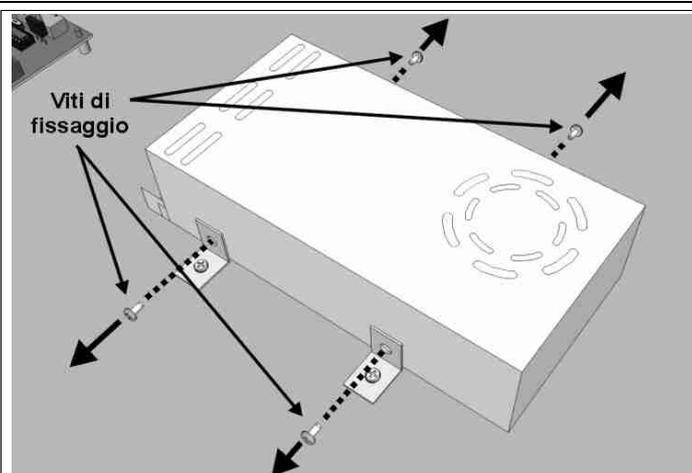

Fig. 22: Sostituzione alimentatore
2. Individuare l'alimentatore (Fig. 22) da sostituire e, con un cacciavite a croce, scollegarne i cavi dalla morsettiera prendendo nota della loro posizione.
3. Usando lo stesso cacciavite, togliere le quattro viti di fissaggio (Fig. 22) poste ai lati dell'alimentatore e quindi estrarlo dalla propria sede.